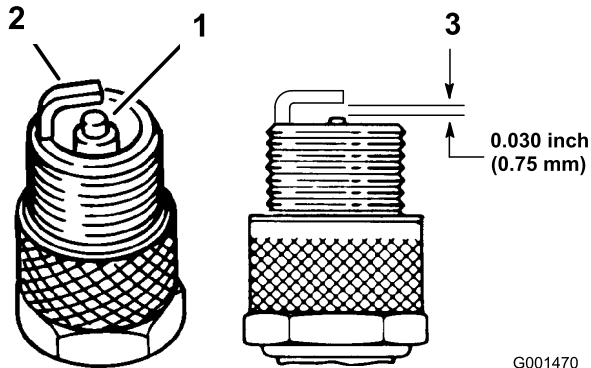

図 31
3. 電極（側面と中央）と碍子の状態を点検する（図 31）。
4. エアギャップを 0.76 mm に調整する（図 31）。